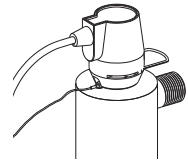
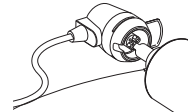
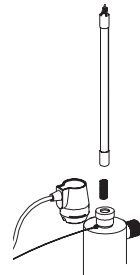

Рис. 1
Рис.2
Рис. 3
2. Отключите электропитание системы. Отключите Safety-Loc™ коннектор, выдвинув металлическую стопорную скобу (рис.1). Выдвиньте коннектор и излучатель из реактора. Отсоедините излучатель от коннектора (рис.2). Не выкручивайте излучатель, просто отсоедините его от коннектора. Не касайтесь «стеклянной» части излучателя. Предпочтительно держать излучатель за керамические изоляторы. Полностью удалите излучатель из реактора, не изгибая его, чтобы не повредить кварцевую трубку.
4. Осторожно вставьте излучатель внутрь кварцевой трубки, расположенной внутри реактора (рис. 3). Опустите излучатель так, чтобы он выступал из корпуса реактора на 5 см. Присоедините Safety-Loc™ коннектор к излучателю (рис. 2).